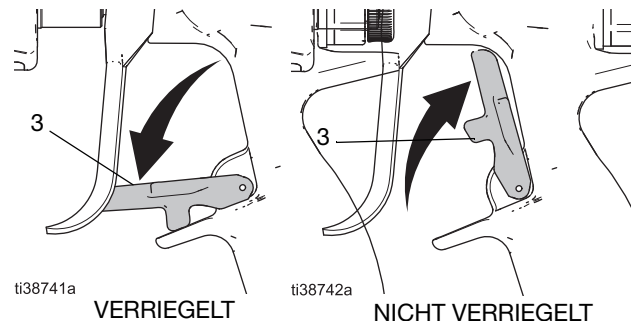

ABB. 12: Positionen der Abzugssperre
2. Abzugssperre (3) verriegeln. Siehe ABB. 12, Seite 15.
3. Luftkappeneinheit (8) und Spritzdüse (7) abnehmen.
1. Abzugssperre (3) verriegeln. Siehe ABB. 12.
4. Abzugssperre (3) entriegeln. Siehe ABB. 12.
6. Abzugssperre (3) verriegeln. Siehe ABB. 12.
7. Wenn die Vermutung besteht, dass die Spritzdüse (7) oder der Materialzufuhrschlauch der Pistole (G) verstopft ist oder dass sich der Druck nicht vollständig abgebaut hat:
- a. Den Haltering (8b) oder die Schlauchkupplung (22) SEHR LANGSAM lösen und den Druck nach und nach entlasten.
- b. Die Mutter oder Kupplung (22) vollständig lösen.